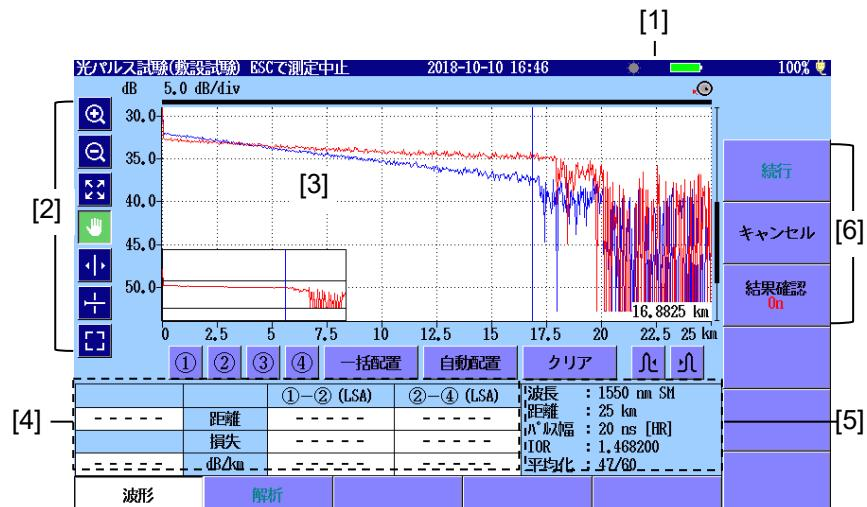

図 6.5-2 試験実行中の画面
「図 6.5-2 試験実行中の画面」で結果確認を [On] に設定すると、各ファイバの試験終了後に、光パルス試験(敷設試験)の試験結果が表示されます。
- ・ 接続チェックが【Off】の場合、「図 6.5-2 試験実行中の画面」が表示されます。